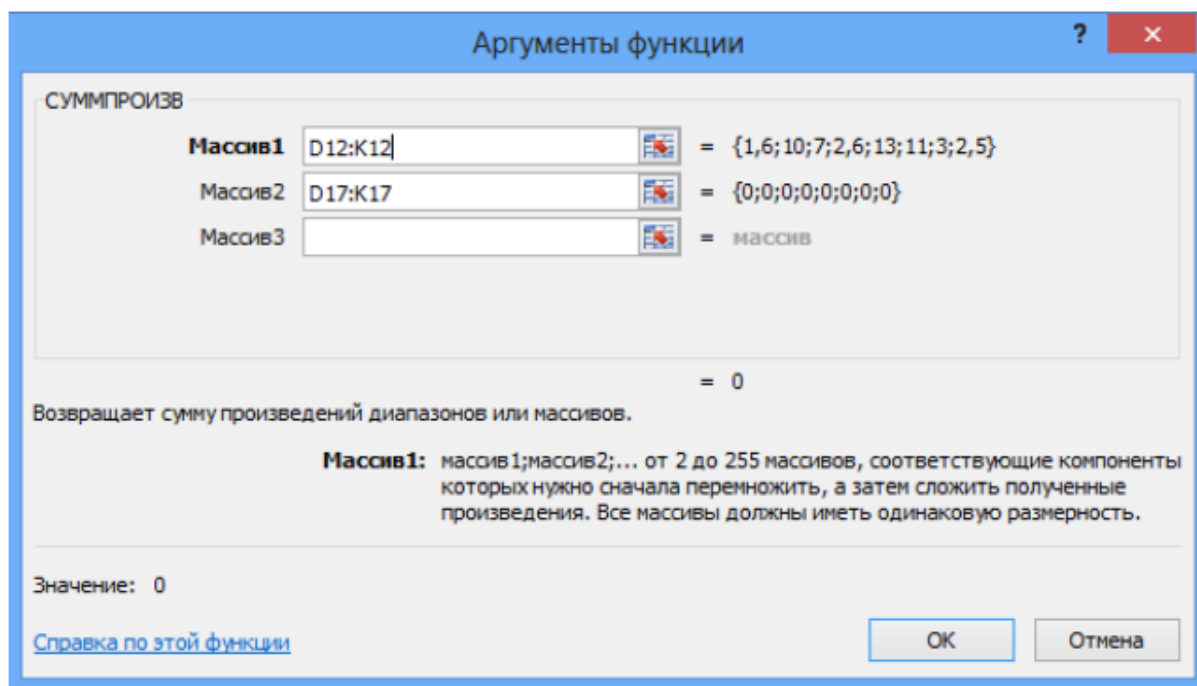

Рис. 1.3
– В появившемся окне «Аргументы функции» (см. рис. 1.3) в строку «Массив 1» введите выражение D12:K12, а в строку «Массив 2» – D17:K17. Нажмите «ОК».